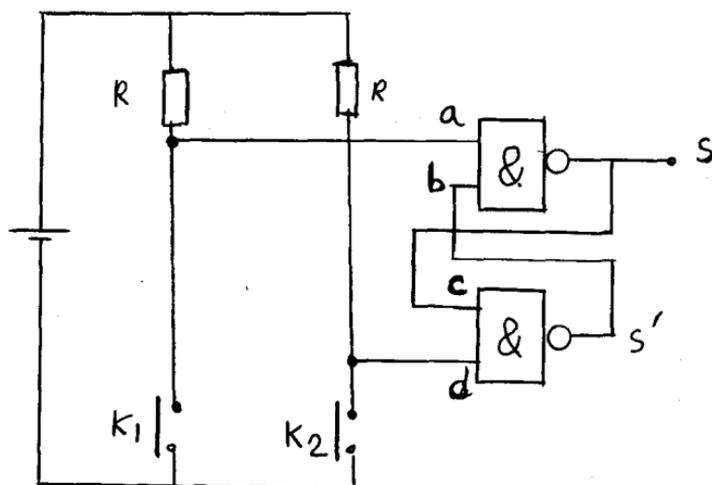

Fig. 3
4.1) Un élément de mémoire (fig. 3).